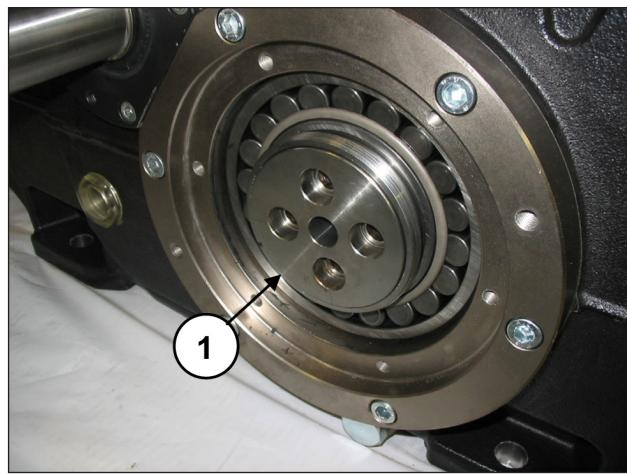

Fig. 14
O flange de bloqueio da bússola deve ser deixado no assento (pos. ①, Fig. 14).